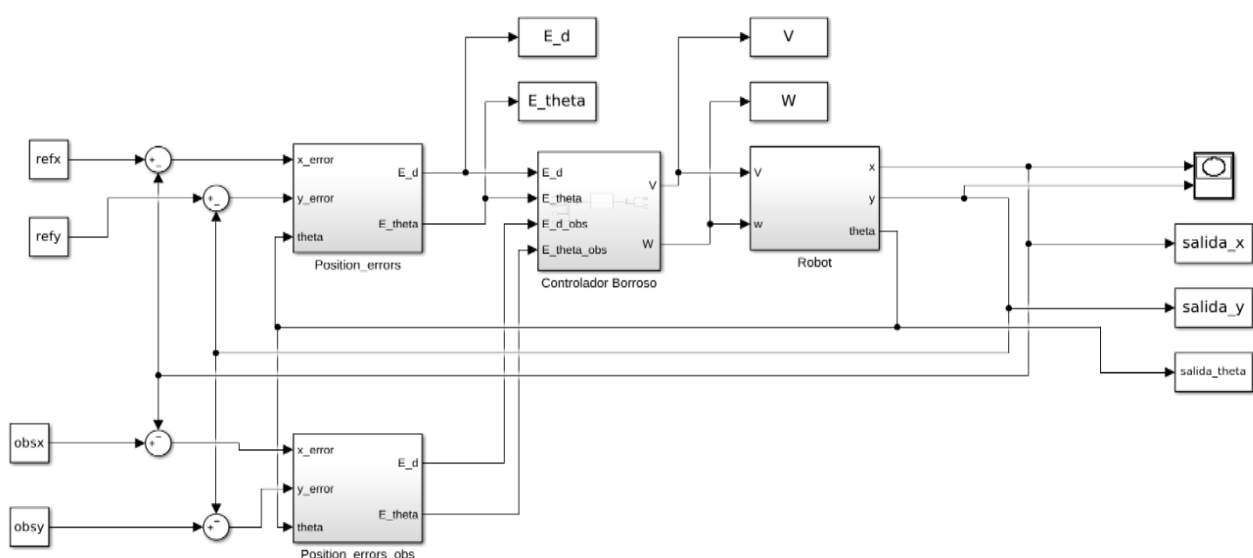

Figura 2. Esquema general de un control de posición con evitación de obstáculos
El esquema de control propuesto se describe mediante el diagrama de bloques de la Figura 2 en el entorno Matlab/Simulink:
- d) Evalúe el controlador diseñado utilizando el diagrama de bloques de la Figura 2. Llame a ese diagrama 'EvitarObstaculo.slx' y proponga valores de las variables refx, refy, obsx y obsy en los que el robot esté obligado a esquivar el obstáculo y muestre las trayectorias seguidas por el robot.
- e) Sustituya los bloques refx y refy del diagrama de la Figura 2, por el sistema generador de trayectorias utilizado en la primera parte de la práctica. Proponga valores de obsx y obsy en los que el robot esté obligado a esquivar el obstáculo y muestre las trayectorias seguidas por el robot en este caso.